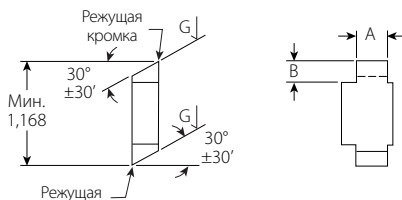

РИСУНОК 5
2. Заточите обе кромки резца в соответствии с техническими характеристиками. Смотрите Рис. 5 ниже.